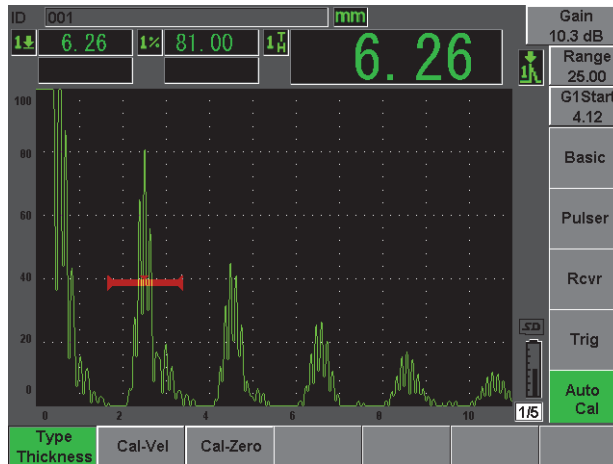

Figura 2-13 Menu Auto Cal
4. Selecione o menu **Auto Cal** (veja Figura 2-13 na página 44).